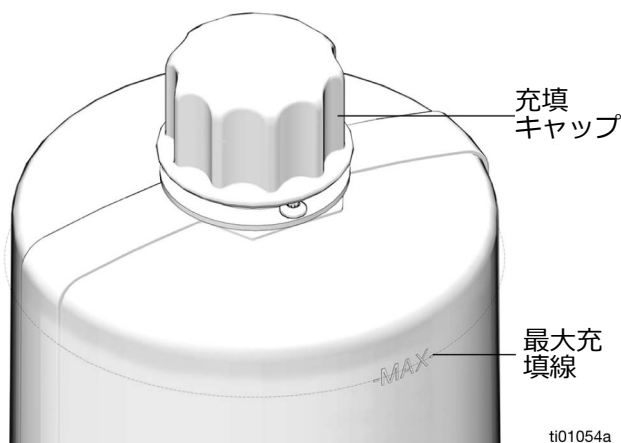

図 22
- 過充填しないでください (図 22)。
1. 充填キャップ (Z) を取り外します (図 22)。
2. 最大充填線 (b) までオイルを油受けに注ぎます。 (図 22)。
3. 充填キャップ (Z) を再度取り付けます。キャップをしっかり固定します。